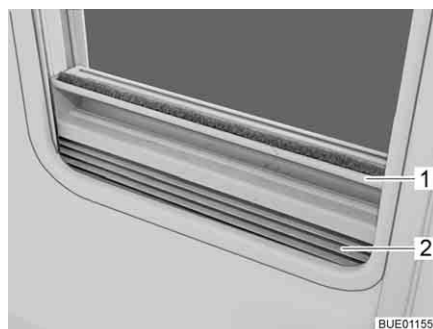

Fig. 69 Estor plegable
- Sujetar el estor plegable (Fig. 69,2) por el centro del agarradero (Fig. 69,1), tirar de abajo a arriba y soltarla a la altura deseada. El estor plegable se queda fijo a esta altura.